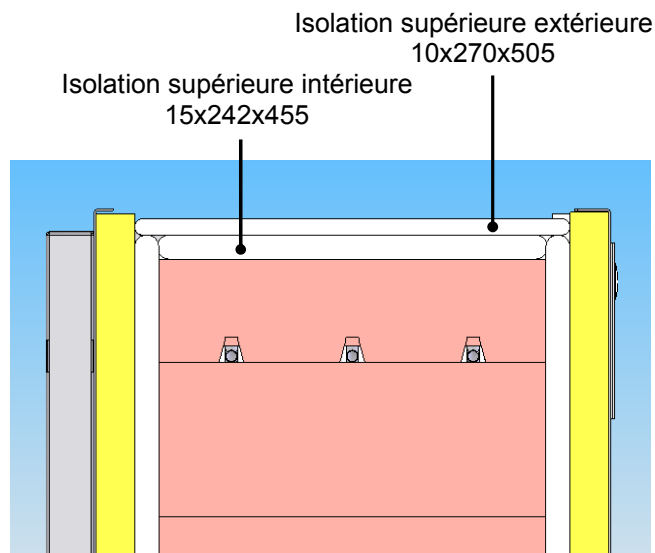

fig.7 Isolations supérieures
- Remettez les isolations supérieures **bien jointes** (fig.7).